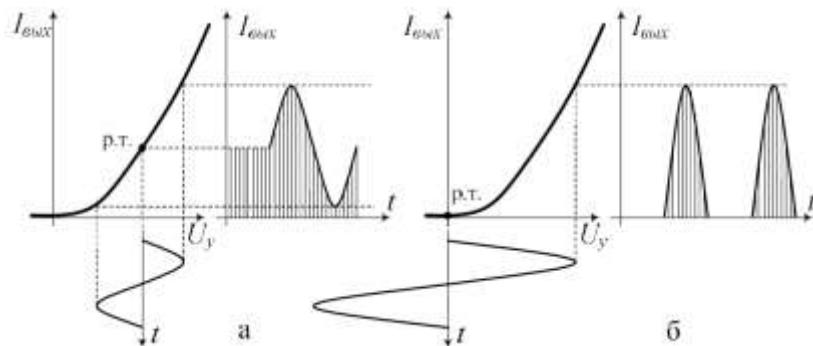

Рис. 1 Выбор рабочей точки усилителя (а – режим А, б – режим В)
**Режим класса A.** Рабочая точка (р.т.), определяющая состояние схемы при отсутствии сигнала, выбирается на линейном участке динамической вольт-амперной (передаточной) характеристики (рис. 1а). Амплитуда входного напряжения Uu на управляющем электроде активного элемента (базе транзи-
**Режим класса В.** Рабочая точка выбирается в самом начале динамической вольт–амперной характеристики (рис. 1б), в результате чего при отсутствии входного сигнала выходной ток практически равен нулю и выделяемая в каскаде мощность мала. Однако в этом случае каскад способен усиливать только одну полуволну гармонического сигнала (сигналы только одной полярности). При подаче на вход синусоидального сигнала ток в выходной цепи протекает лишь в течение половины периода (в течение другой половины периода активный элемент находится в состоянии отсечки) и имеет форму импульсов. Достоинства усилителя мощности, работающего в режиме класса В, – высокий КПД (до 70%) и большая мощность сигнала в нагрузке, однако форма выходного сигнала искажена из-за нелинейного участка передаточной характеристики.
1) Собрать схему для исследования усилительного каскада в соответствии с рис. 1. Резистор RP3 установить в 200. Подключить канал СН1 осциллографа к входу усилителя, а канал СН2 к выходу усилителя. Включить временную развертку осциллографа. Включить функциональный генератор и установить синусоидальный сигнал частотой 50 Гц, уменьшив сигнал до нуля регулятором амплитуды функционального генератора. Переключить входы СН1 осциллографа на положение «вход закорочен». Включить питание стенда. При токе  $I_B = 0$  установить на потенциометре RP2 = 2 и далее не изменять его при всех экспериментах (не трогать ручку потенциометра RP2);